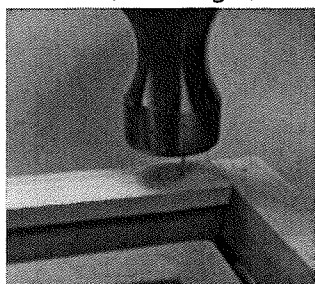

Fig 4
Paso 3. Instale el riel trasero entre y superior riel del más bajo en el borde trasero del chasis del llenador. **Nota:** El borde trasero del chasis del llenador debe ser plano con el borde trasero del riel trasero (Ver la fig 4)